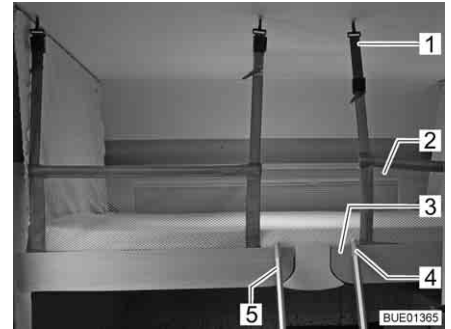

Bild 77 Höjbar säng med uppspänt skyddsnet
Skyddsnetet (Bild 77,2) med säkerhetsremmarna befinner sig under madrassen i den höjbara sängen. Skyddsnetet ska först monteras när personerna som ska sova där befinner sig på den höjbara sängen.
- Haka fast säkerhetsremmarna (Bild 77,1) i krokarna i taket.
Använd endast den medföljande stegen (Bild 77,5) för att komma upp i den höjbara sängen.
- Haka in stegens (Bild 77,5) två byglar (Bild 77,4) på den höjbara sängens list (Bild 77,3).
- Lossa stegen (Bild 77,5) från den höjbara sängens list (Bild 77,3).